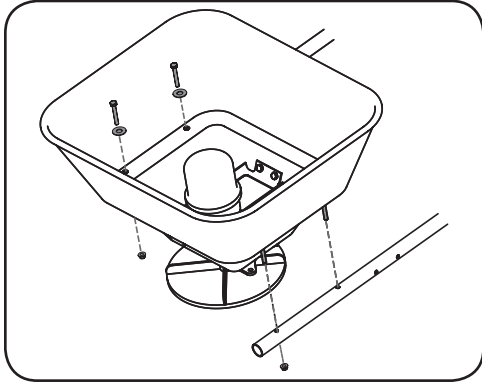

Figure 2-8
- Fixez l'ensemble de la trémie aux extrémités rondes des tubes à cadre unique avec quatre boulons M6 x 40 et des rondelles trouvés dans le jeu de quincaillerie 3032810. Fixez les boulons arrière de chaque côté avec des écrous hexagonaux provenant du jeu de quincaillerie 3032810. Les écrous avant seront installés plus tard pour fixer le déflecteur de matériaux. Consultez la Figure 2-8.